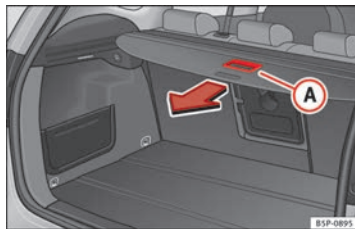

Fig. 119 Accionamiento de la bandeja portaobjetos.
- Tire hacia atrás de la bandeja con el tirador  hasta percibir un “clic” ⇒ fig. 119.